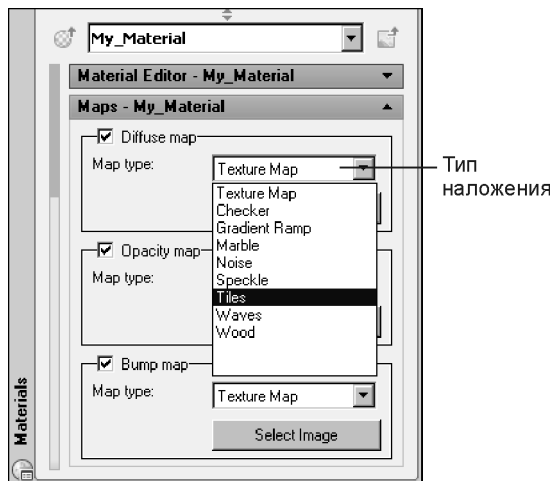

Рис. 13.9. Настройка наложения текстуры и процедурных карт
6. При необходимости выберите тип наложения — текстура или процедурная карта, воспользовавшись раскрывающимися списками в следующих областях (рис. 13.9):